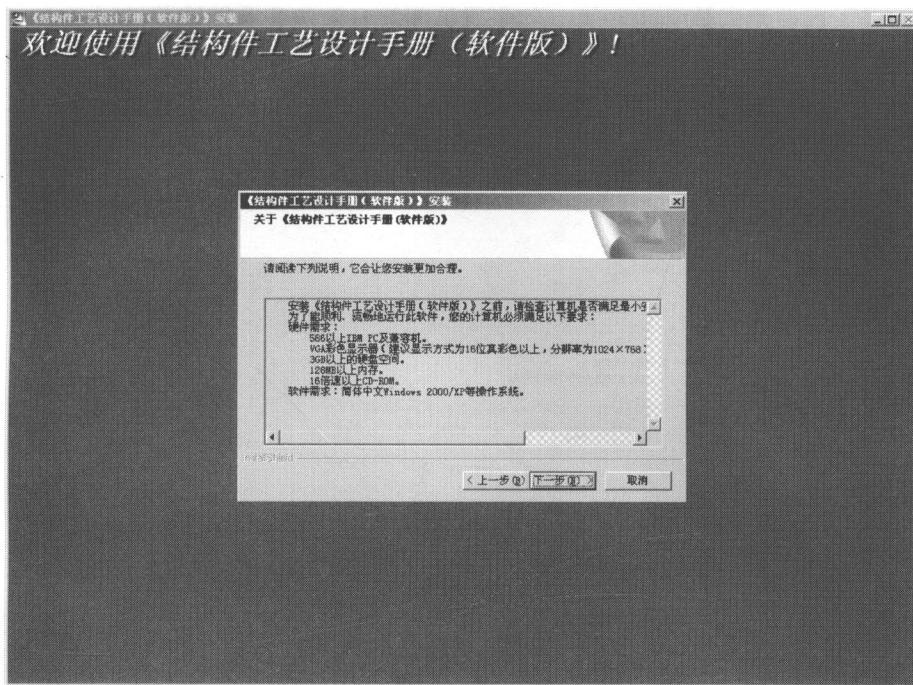

图 1-3 软件信息界面
- (4) 在进入如图 1-3 所示的软件信息界面，在此界面中概要介绍了在计算机上安装《结构件工艺设计手册（软件版）》的最小安装要求，单击“下一步”按钮。